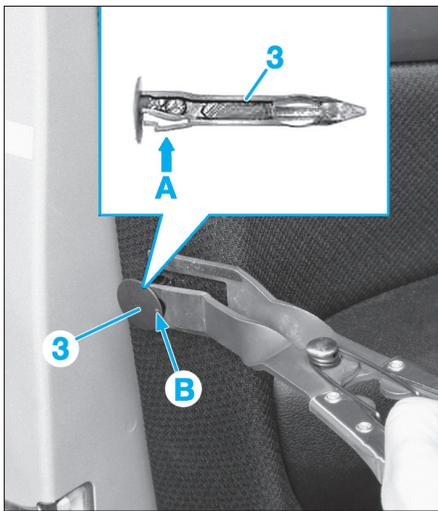

FIG. 41
- Déposer les vis (2).
- Sur la tranche arrière de la garniture et à l'aide d'une pince appropriée ou d'un tournevis, déverrouiller l'agrafe (3) en (A) puis la déposer (**Fig.41**).